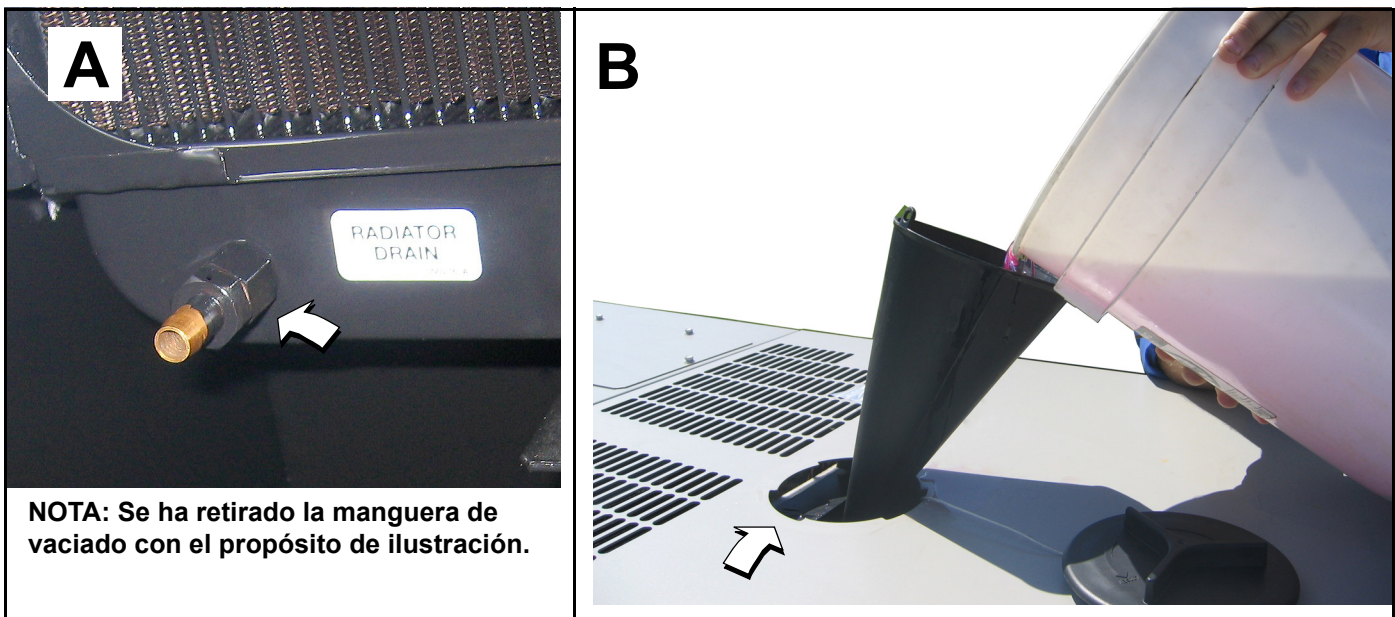

Figura 5-19. Vaciado/llenado del sistema de refrigerante
4. Localice el grifo de vaciado en el lado inferior izquierdo del radiador. Gire el adaptador hexagonal para abrir el grifo de vaciado. Vea A en la Figura 5-19.
12. Gire y retire la cubierta de plástico de la parte superior del gabinete e inserte el embudo en el cuello de llenado. Vea B en la Figura 5-19.